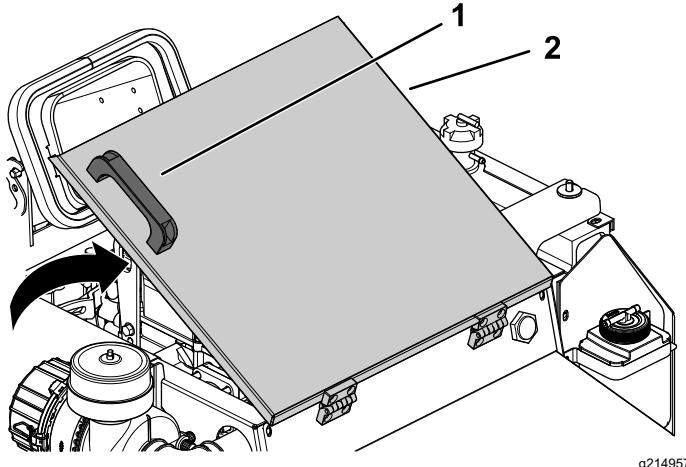

Figure 57
- Soulevez le couvercle d'accès au moteur par la poignée pour accéder au moteur (Figure 57).